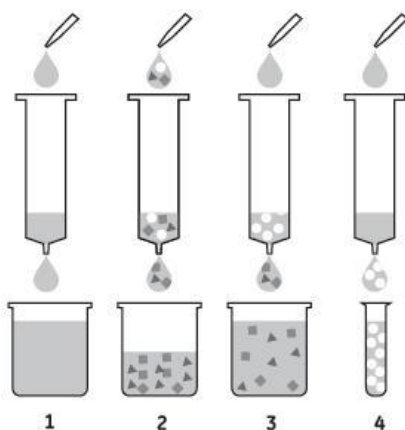

图 4. 使用 Protein At Beads 4FF 重力柱纯化蛋白流程示意图
**Protein At Beads 4FF 重力柱**使用请参考以下说明，各溶液用量均按照柱体积计算（例如：2 个柱体积，1 ml 规格对应为 2 ml 溶液，5 ml 规格对应为 10 ml 溶液）。整个纯化流程大约需要 30 min（主要取决于样品体积和溶液的粘稠性），操作快捷。使用流程请参考图 4。